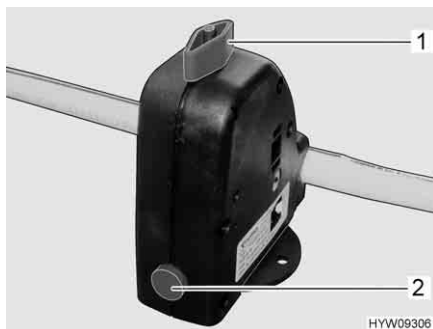

Fig. 197 Valvola di sicurezza/di scarico (Truma)
- Chiudere la valvola di sicurezza/di scarico (Truma). A tal fine ruotare la manopola (Fig. 197,1) verticalmente rispetto alla valvola di sicurezza/di scarico e premere verso l'interno il bottone automatico (Fig. 197,3). Con temperature inferiori a 6 °C non è possibile chiudere la valvola di sicurezza/di scarico.